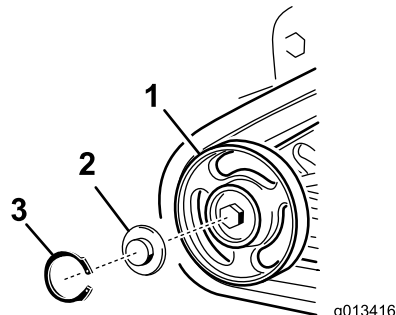

Figure 59
4. Déposez le circlip et le chapeau d'un galet de roulement (Figure 59).
5. Vérifiez la graisse sous le chapeau et autour du joint (Figure 59). Si elle est encrassée, granuleuse ou en quantité insuffisante, enlevez toute la graisse, remplacez le joint et ajoutez de la graisse neuve.
7. Placez le chapeau de galet de roulement sur la tête du boulon (Figure 59).
8. Fixez le chapeau avec le circlip (Figure 59).